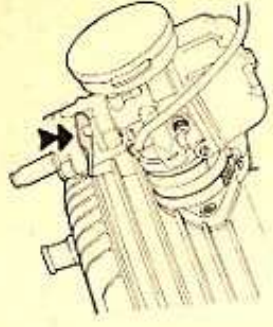

FIG. 2
- 4) Inserire la leva dello starter posta sul carburatore (fig. 2). A MOTORE CALDO LO STARTER NON VA MAI INSERITO. Quindi procedere come segue: